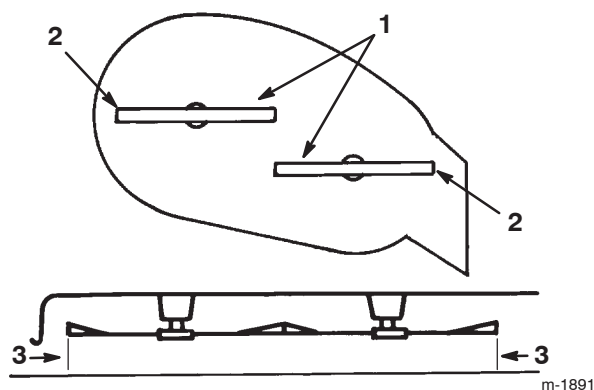

Bild 48
5. Drehen Sie die Schnittmesser vorsichtig von einer Seite zur anderen (Bild 48).
6. Messen Sie den Abstand zwischen den äußeren Schnittkanten und der ebenen Oberfläche (Bild 48). Wenn beide Messwerte nicht innerhalb von 5 mm liegen, ist eine Einstellung erforderlich. Siehe Schritte 7 bis 10.